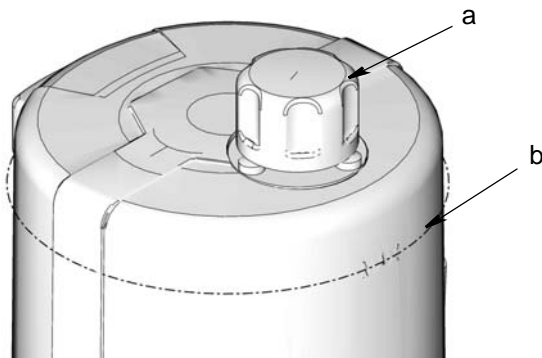

FIG. 16
- Non riempire troppo (FIG. 16).